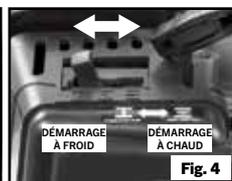

Fig. 4
3. Déplacez le levier d'étranglement à la position « DÉMARRAGE À FROID » (cold start) (voir figure 4).
6. Après le démarrage du moteur, déplacez le levier d'étranglement vers la demi-position progressivement, et après le fonctionnement du moteur pendant 15 secondes, déplacez le levier d'étranglement à la position « En fonctionnement/démarrage à chaud » (voir figure 4).